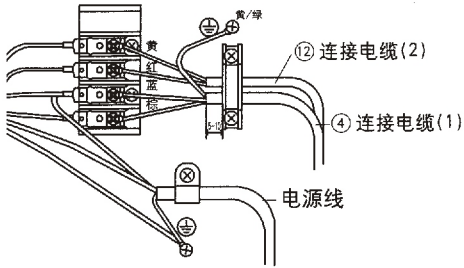
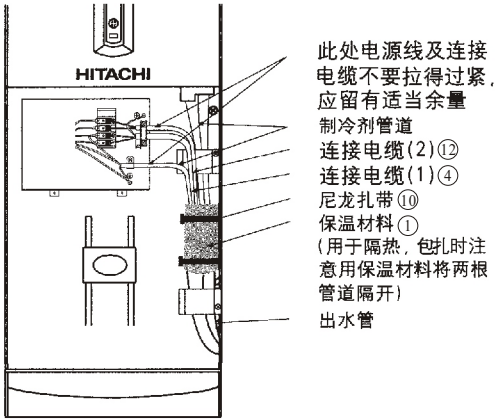

图 17
图 18
(2) 按图17、图18所示进行接线。
- (3) 必须将黄 / 绿芯线接至带有 “⊕” 标志的端子上。
- (4) 将电源线、连接电缆用电线压板压紧，以防止接线端子受力后脱落。
- (5) 将制冷剂管道用附件 ⑩ 尼龙扎带按图18要求扎起来。
- (6) 将电源线、连接电缆(1)、(2)从制冷剂管道外连接管通过的管道孔穿过，且如果从后板穿过，管道孔必须装上管道孔护孔环，以防电源线、连接电缆破损发生漏电危险。
- (7) 室内电源必须安装空气开关。